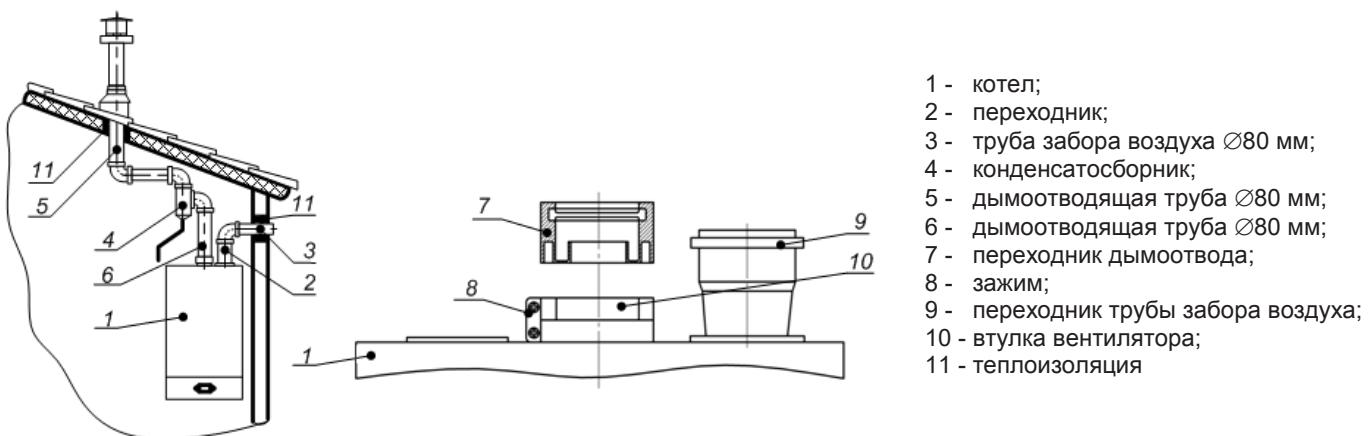

Рис. 6. Монтаж раздельных труб дымоотвода и воздуховода при помощи переходного комплекта
- ✓ в случае возможного образования в дымоотводящей трубе конденсата, перед котлом необходимо устанавливать конденсатосборник 4 (см. Рис. 6);
Переходной комплект состоит из деталей 7, 8, 9 (см. Рис. 6). Переходник дымоотвода 7 устанавливается на центральное отверстие в верхней плоскости котла и фиксируется зажимом 8.
- 7) монтаж трубы забора воздуха и дымоотводящей трубы производить согласно Рис. 6 (см. п. 9.2.1, стр. 13).